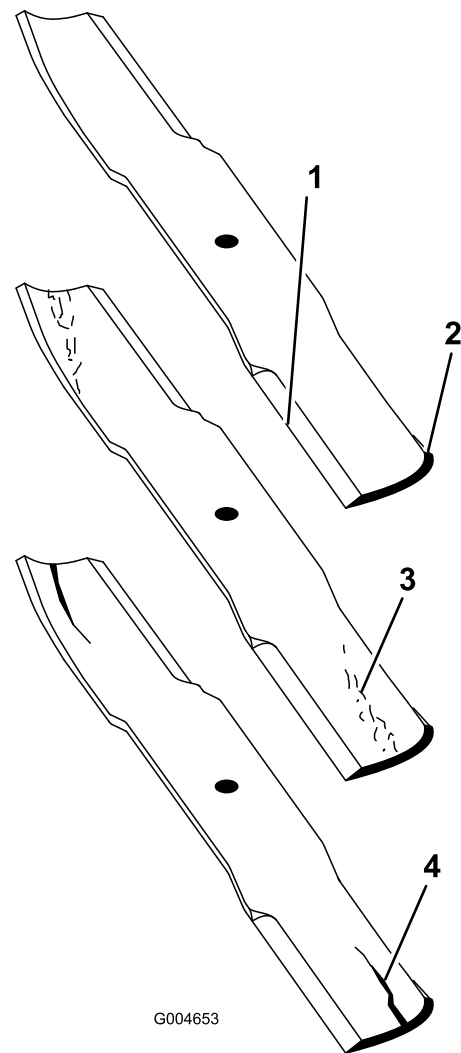

Figure 93
2. Examinez attentivement les tranchants de la lame, particulièrement au point de rencontre des parties plane et relevée (Figure 93). Le sable et les matières abrasives peuvent éroder le métal à cet endroit, c'est pourquoi il est important de contrôler l'état de la lame avant d'utiliser la tondeuse. Remplacez la lame si elle vous semble usée (Figure 93).
Si la lame est trop usée, une entaille se forme entre la partie relevée et la partie plane (Figure 93). La lame risque alors de se briser et un morceau peut alors être projeté du dessous de la machine, vous blessant gravement ou une personne à proximité.